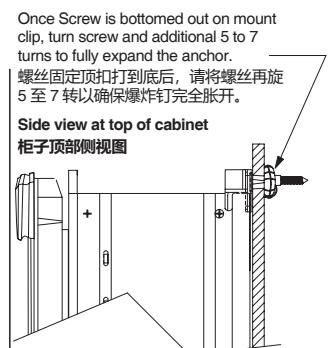

Fig. 8 图 8
- 4) See Fig. 8 for proper turns required for anchor cinching.
- 4) 按图 8 要求旋紧螺丝。